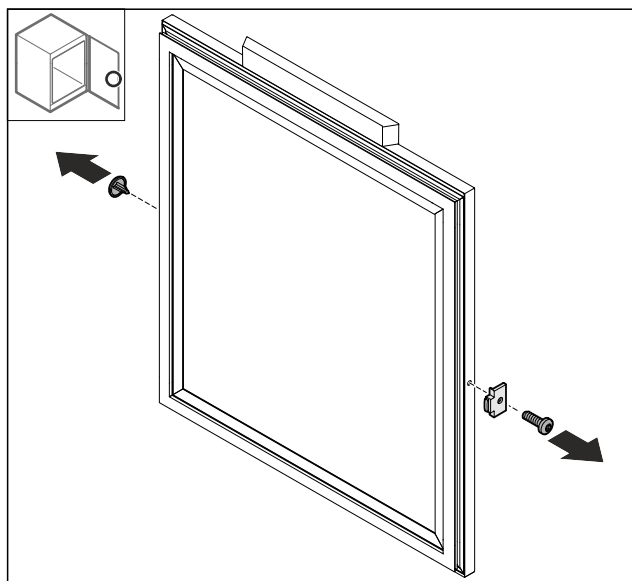

Fig. 73
- Usunąć Fig. 73 (1) osłonę.
- Zdemontować odbojnik drzwi Fig. 73 (2).